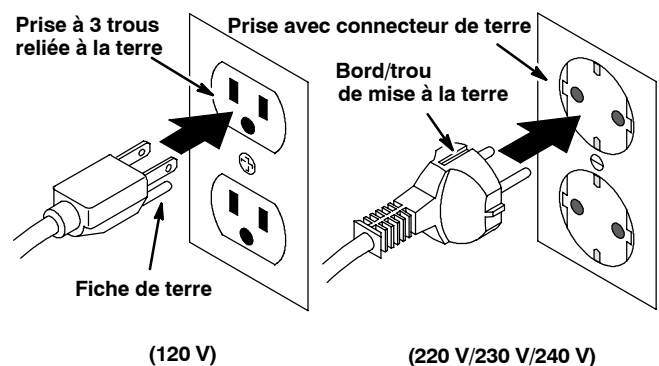

FIG. 18
6. Branchez le câble d'alimentation du chargeur sur une prise murale (Figure 18).